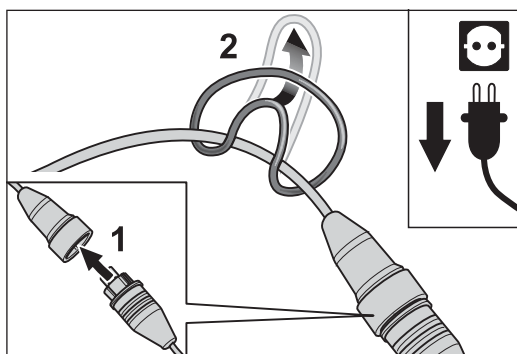
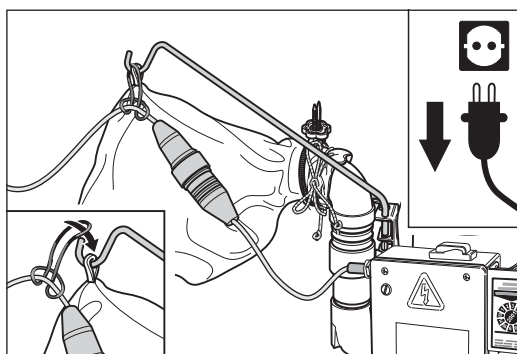

Abb. 37 Das Motorkabel mit dem Verlängerungskabel verbinden (1) und den Zugentlastungsring am Verlängerungskabel befestigen (2).
Abb. 38 Das Verlängerungskabel rechts am Staubsack vorbeiführen und den Zugentlastungsring an der Kabelstütze einhängen.
- 1 Stecken Sie den Stecker vom Motorkabel in die Kupplung des Verlängerungskabels (Abb. 37, 1).
- 2 Befestigen Sie den Zugentlastungsring am Verlängerungskabel (Abb. 37, 2). Führen Sie das Verlängerungskabel rechts am Staubsack vorbei und hängen Sie den Zugentlastungsring an der Kabelstütze ein (Abb. 38).